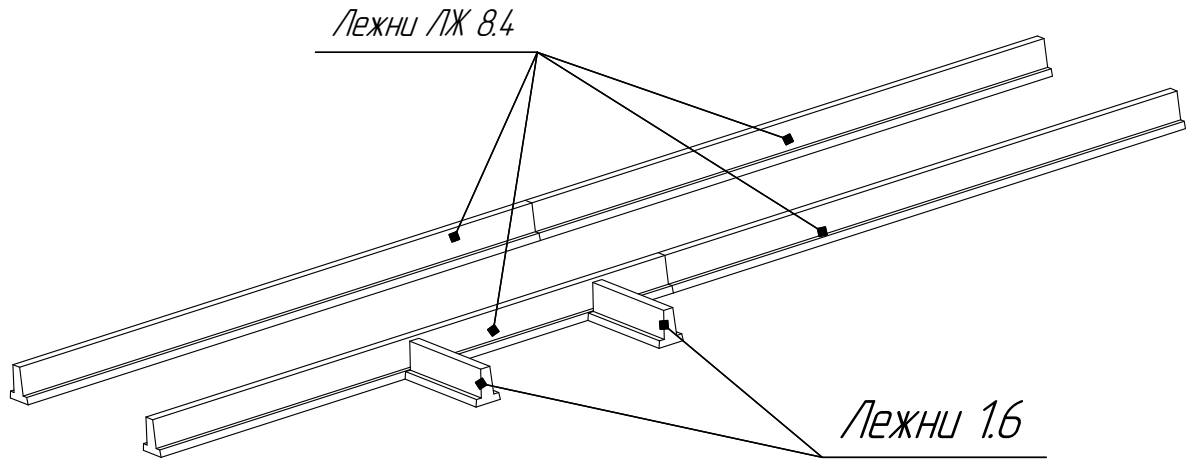

Рис.3
5.3 Общій вид фундамента, рис.3